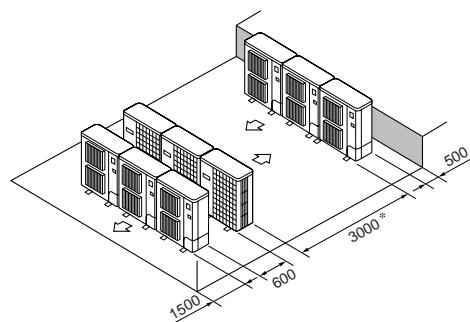

Fig. 3-16
- ⑥ Расположение приборов в нескольких горизонтальных рядах (Fig. 3-16)